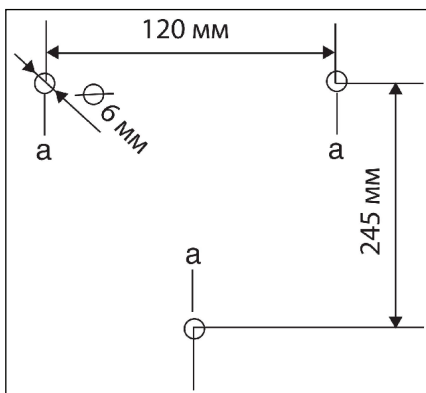

Imagen 2
2. Utilizando la plantilla de instalación incluida, taladre tres agujeros de 6 mm en la pared. Inserte los plugs en la pared (Imagen 2) en los orificios perforados.